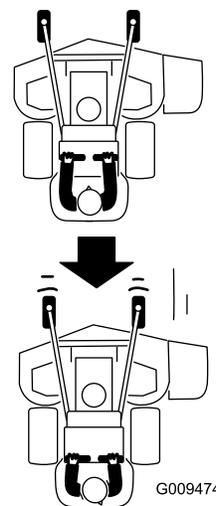

図 22
2. 走行コントロール・レバーをゆっくりと後ろに倒す（図 22）。